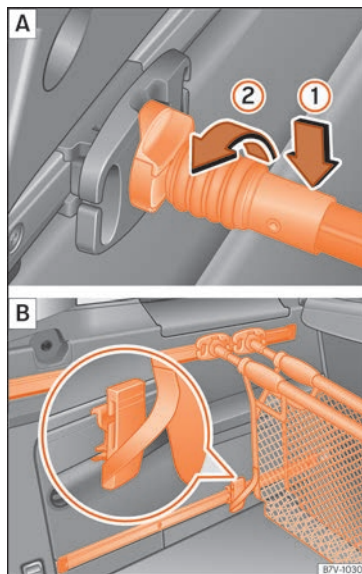

**Fig. 147** Enganche la red para el equipaje A y utilícela como bolsa B.
Coloque por arriba la varilla de sujeción en el soporte para la red del equipaje » » » fig. 147
- Enganche la cinta de fijación de la red para equipaje por debajo en uno de los elementos de fijación móviles » » » fig. 147 B.